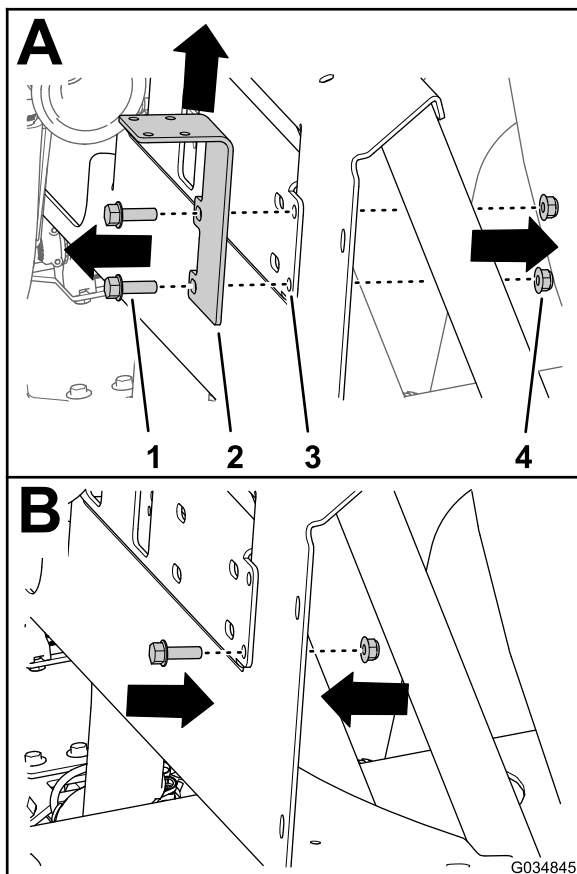

Figure 45
5. Retirez les 2 boulons à embase ( $\frac{5}{16} \times 1$  po) et les 2 contre-écrous à embase ( $\frac{5}{16}$  po) qui fixent le support de la vanne de coupure de dérivation au support du collecteur (A de Figure 45), et déposez le support de la vanne de coupure.
6. Vissez un boulon à embase (5/16 x 1 po) et un contre-écrou à embase (5/16 po) sur le support de collecteur (B de Figure 45) dans le trou inférieur du support de la vanne de coupure.
3. Fixez le transducteur de pression et le collecteur dans la fente du support du collecteur à l'aide d'un collier en R (Figure 45) et du boulon à embase (¼ x ¾ po) et du contre-écrou à embase (¼ po) retirés précédemment.